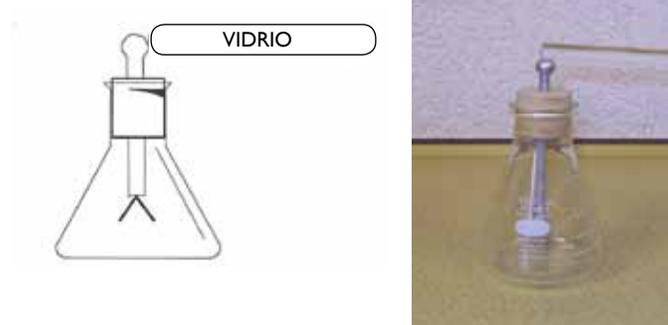

Figura 1.11a Electroscopio de láminas, carga por contacto
- b) Frote la piel de conejo con la barra de vidrio y póngala en contacto con el electroscopio de láminas como se muestra en la figura 1.11a.